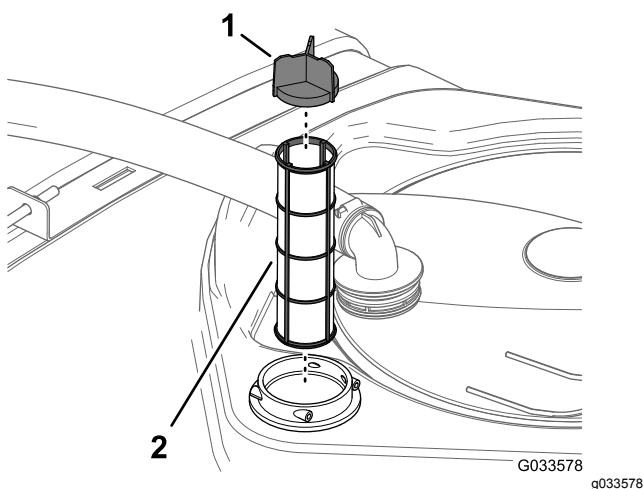

**Figure 53**
2. Au sommet de la cuve du pulvérisateur, retirez l'étrier qui fixe le raccord de flexible sur le grand flexible et le logement du filtre (Figure 53).
3. Retirez le flexible et le raccord du logement du filtre (Figure 53).